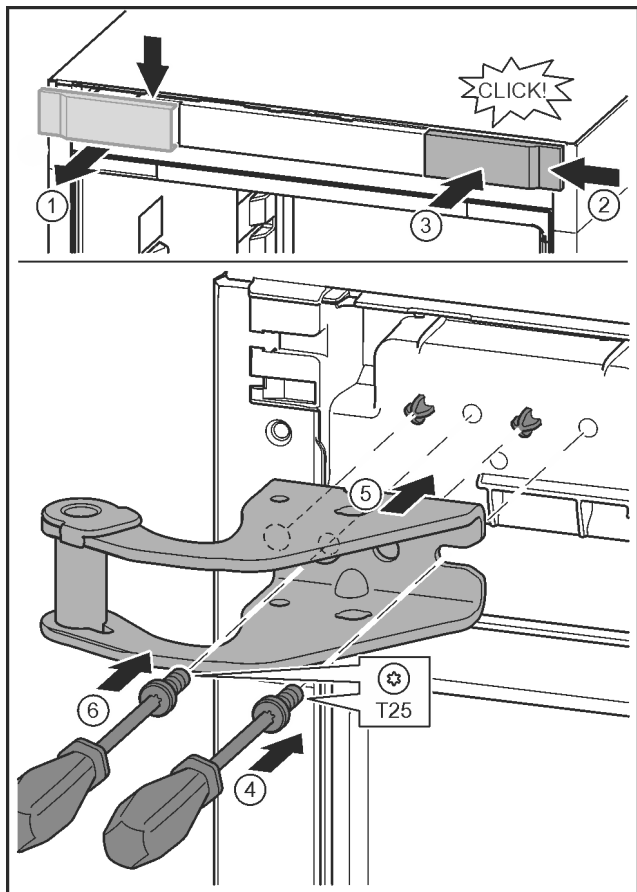

Fig. 14
- ▶ 松开盖板并从侧面取下。Fig. 14 (1)
- ▶ 将盖板旋转 180° 至另一侧从右边挂上。Fig. 14 (2)
- ▶ 插入盖板。Fig. 14 (3)
- ▶ 用 T25 螺丝刀装上螺钉。Fig. 14 (4)
- ▶ 装上上方的托架。Fig. 14 (5)
- ▶ 旋紧螺钉。Fig. 14 (4)
- ▶ 用 T25 螺丝刀安装并旋紧螺钉。Fig. 14 (6)